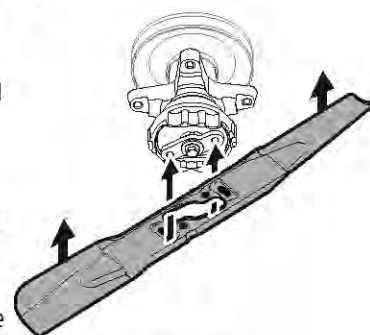

Figure 49
3. Placez la lame sous la fusée et alignez l'ouverture au centre de la lame dans le support de retenue. Voir Figure 49.